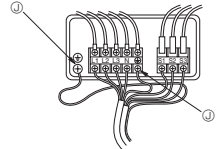

Fig. 8-2
8.1. Auenanlage (Fig. 8-1, Fig. 8-2)
- ① Die Bedienungsplatte abnehmen.
- ② Die Kabel gema der Fig. 8-1 und der Fig. 8-2 verdrahten.